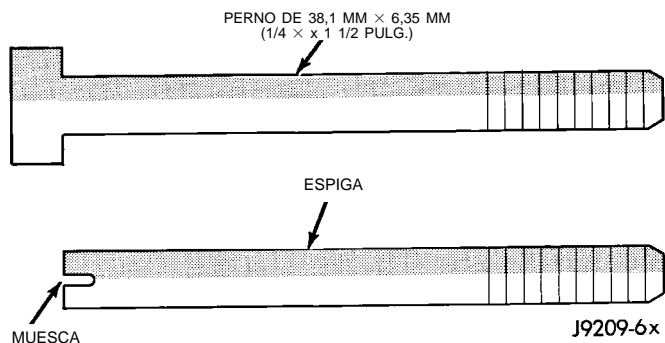

Fig. 53 Fabricación de espigas de alineación
(1) Limpie las superficies de la junta del bloque y el colector.
(2) Confeccione 4 pernos de alineación con pernos de 6,35 mm x 38,1 mm (1 1/2 x 1/4 pulg.). Corte la cabeza de los pernos y luego practique una muesca en la parte superior para facilitar su instalación y desmontaje con un destornillador (Fig. 53).